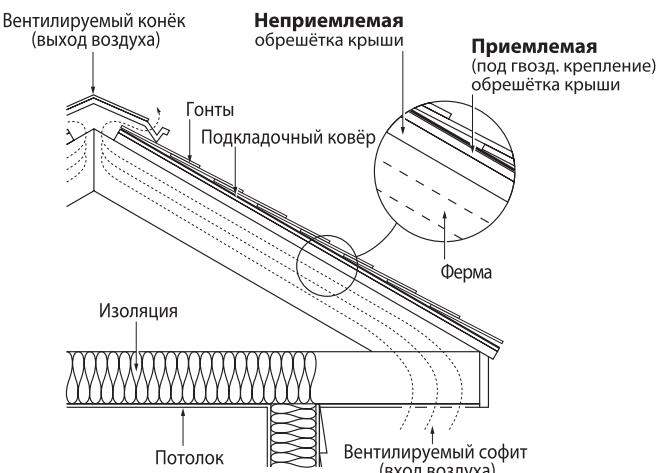
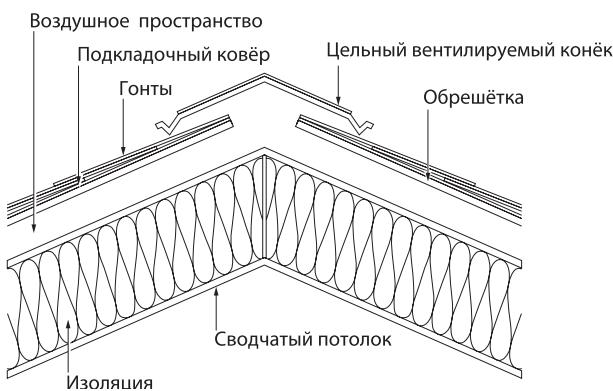

Рис. 4-2: Обрешётка, пригодная для укладки гонта, уложенная на обрешётку, укладка гонта на которую не допускается.
Рис. 4-3: Предпочтительный метод укладки при монтаже сводчатого потолка.
Целесообразно использовать не менее 9 квадратных дюймов свободной вентилируемой площади на один фут подъёма, что равняется примерно  $\frac{1}{4}$  дюйма пространства. В большинстве случаев чем больше пространство для вентиляции, тем лучше, особенно при малом уклоне ската и большой длине стропил (см. также Рис. 4-3).
**ОБРЕШЁТКА ПОВЕРХ ОБРЕШЁТИ, МОНТАЖ ГОНТА НА КОТОРУЮ НЕ ДОПУСКАЕТСЯ:** Правильный монтаж материала обрешётки, пригодного для укладки гонта, поверх вышеописанного материала, не пригодного для монтажа гонта, необходим для получения приемлемой поверхности обрешётки крыши, на которую можно укладывать кровельный гонт CertainTeed. Крепление обрешётки, пригодной для укладки гонта, должно осуществляться согласно инструкциям, предоставленным производителем обрешётки, в которую будут вбиваться гвозди (см. Рис. 4-2).
На Рис. 4-2 и 4-3 показана схема конструкции, отражающая примеры кровельных систем, которые обеспечивают изоляцию материалов, считающихся «неприемлемыми» для непосредственной укладки гонтов, и которые предназначены для образования поверхности, пригодной для укладки гонтов. **Сводчатый потолок**
На Рис. 4-2 показан метод укладки, при котором обрешётка, пригодная для укладки гонта, укладывается на обрешётку, не пригодную для монтажа гонта и вентилируемую снизу надлежащим образом. На Рис. 4-3 показан предпочтительный метод укладки при монтаже сводчатого потолка, в котором предусмотрено вентиляционное пространство от софита до конька под обрешёткой, к которой прибивается гонт, и над «неприемлемой» обрешёткой.